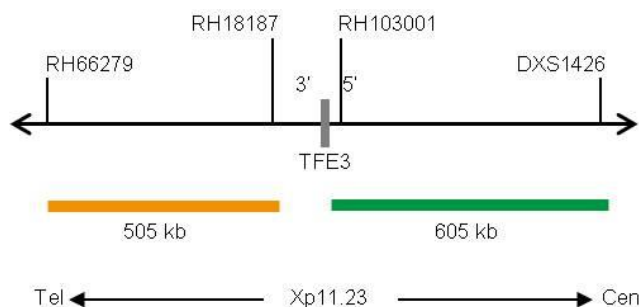

Fig. 1: SPEC TFE3 Mapa da sonda (não à escala)
- Polinucleótidos marcados com ZyGreen (excitação 503 nm/emissão 528 nm) (~10 ng/ $\mu$ l), que têm como alvo sequências mapeadas em Xp11.23\* (chrX:48,906,685-49,509,699) proximais à região do ponto de quebra TFE3 (ver Fig. 1).
- Polinucleótidos marcados com ZyOrange (excitação 547 nm/emissão 572 nm) (~4,5 ng/ $\mu$ l), que têm como alvo sequências mapeadas em Xp11.23\* (chrX:48,287,169-48,792,674) distal à região do ponto de quebra TFE3 (ver Fig. 1).